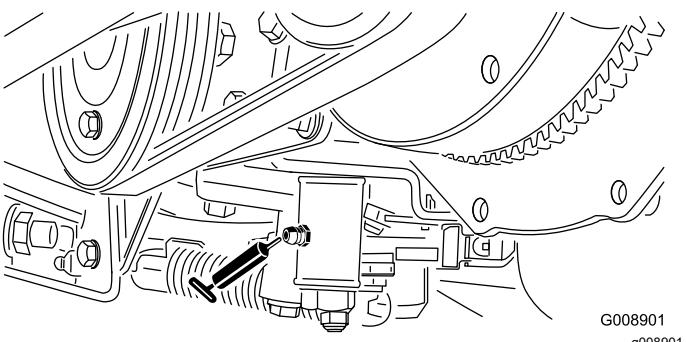

Figure 63
2. Soulevez l'arrière de la machine en plaçant un cric sous le moteur de la roue arrière (Figure 63).
- Mécanisme de réglage du point mort (Figure 63)